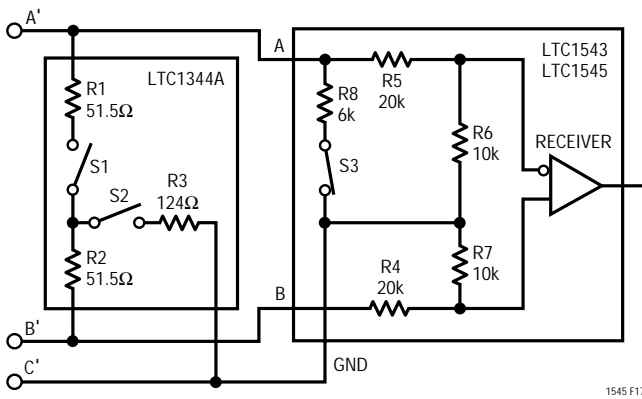

図17. V.28レシーバ構成
V.28モードでは図17に示すとおり、LTC1543/LTC1545内のS3を除くすべてのスイッチがオフになり、6k (R8)インピーダンスを20k (R5) + 10k (R6)と並列にしてグラウンドに接続し、5kの合成インピーダンスを実現しています。非反転入力LTC1543/LTC1545レシーバ内で切断され、1.4Vレシーバ・トリップ・ポイントに対するTTLレベルのリファレンス電圧に接続されます。